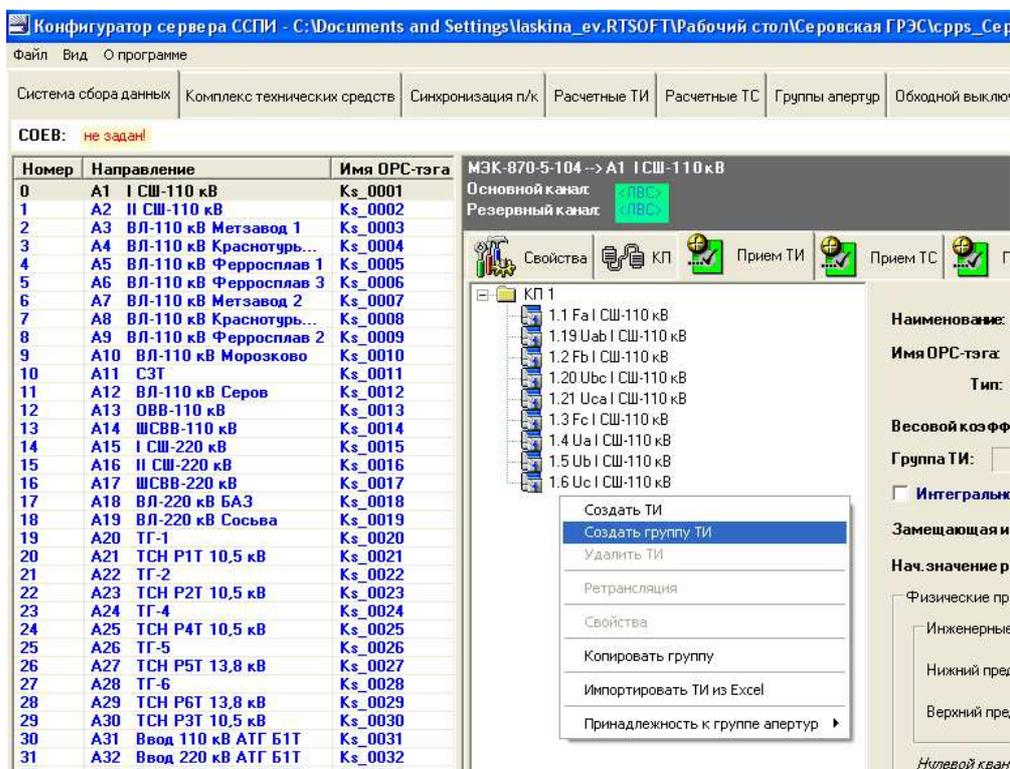
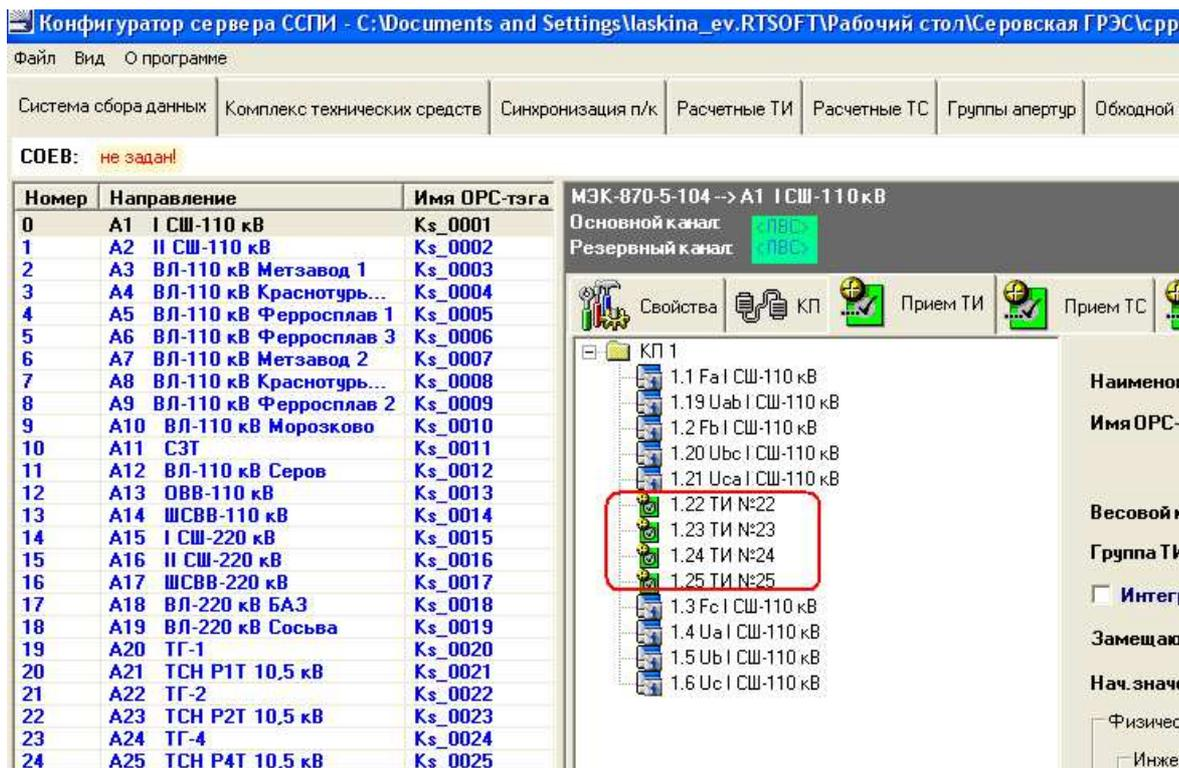

Рисунок 25. Создание группы ТИ
Рисунок 27. Добавление к списку новых телеизмерений при создании группы
- 3) В окне «Новое ТИ» заполняем поля свойств ТИ (в качестве общих для группы могут быть указаны все атрибуты ТИ, кроме имени ОРС-тэга). В поле «Наименование» указываем общую часть названия каждого телеизмерения в группе. К общей части будет добавлено «№» и адрес телеизмерения. В поля «Нач. адрес» и «Конечный адрес» вводим адрес первого и последнего ТИ группы. Таким образом, если полю «Наименование» присвоим значение «ТИ», полям «Нач. адрес» и «Конечный адрес» - значения 20 и 25, то получим 6 телеизмерений: ТИ №20, ТИ №21, ТИ №22, ТИ №23, ТИ №24, ТИ №25. Так как телеизмерения с адресами 20 и 21 уже были созданы ранее (см. рисунок 25), то при создании группы телеизмерений они повторно не создаются (см. рисунок 27).